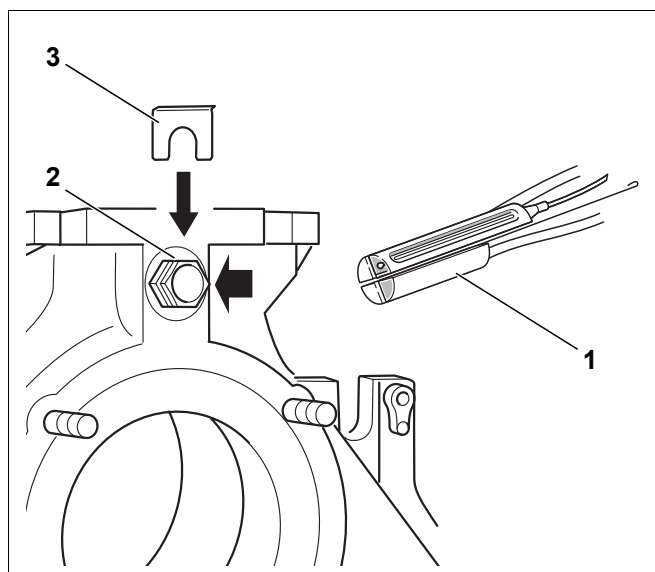

Fig. 62 Montaggio del pacchetto delle sonde di temperatura
Inserire il pacchetto di sonde collegato all'apparecchio di regolazione (tre sonde di temperatura, un pezzo di riempimento fig. 62, [1]) nel pozzetto ad immersione R $\frac{3}{4}$.
- Condurre la sonda dei tubi capillari al punto di misurazione della caldaia ed inserire le sonde nel pozzetto ad immersione (fig. 62, [2]) bloccandole con l'arresto di sicurezza (fig. 62, [3]).